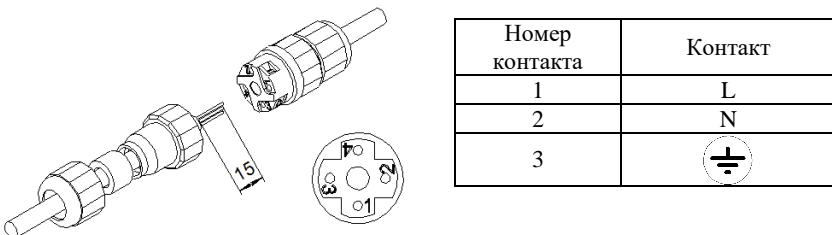

Рисунок 1. Схема подключения светильника
5.3. Подсоединить сетевые провода (кабель круглого сечения с диаметром наружной оболочки 7-12 мм, сечение жил не менее 0,75 мм²) к разъёму согласно маркировке (рисунок 1). Затянуть резьбовые элементы разъёма.